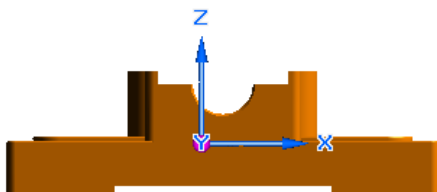

图 4.7.3 定义视图方位
(1) 单击 **图纸视图** 区域的“视图向导”按钮 ，系统弹出“选择模型”对话框。在 **查找范围 (I)** 下拉列表中选择目录 D:\sest4.12\work\ch04\ch04.07，然后选择“bearing_base”模型，单击 **打开 (O)** 按钮。
(2) 此时系统弹出“图纸视图创建向导”对话框，单击 **下一步 (N) >** 按钮，然后单击 **定制 (C)...** 按钮，采用图 4.7.3 所示的方位，单击 **关闭** 按钮。
(3) 在“图纸视图创建向导”对话框 **图纸视图布局** 区域确认  按钮和  按钮处于按下状态，然后单击 **完成 (F)** 按钮。
(4) 在“视图向导”命令条中 **2:1** 的下拉列表中选择 **1:1**。将鼠标放在图形区，会